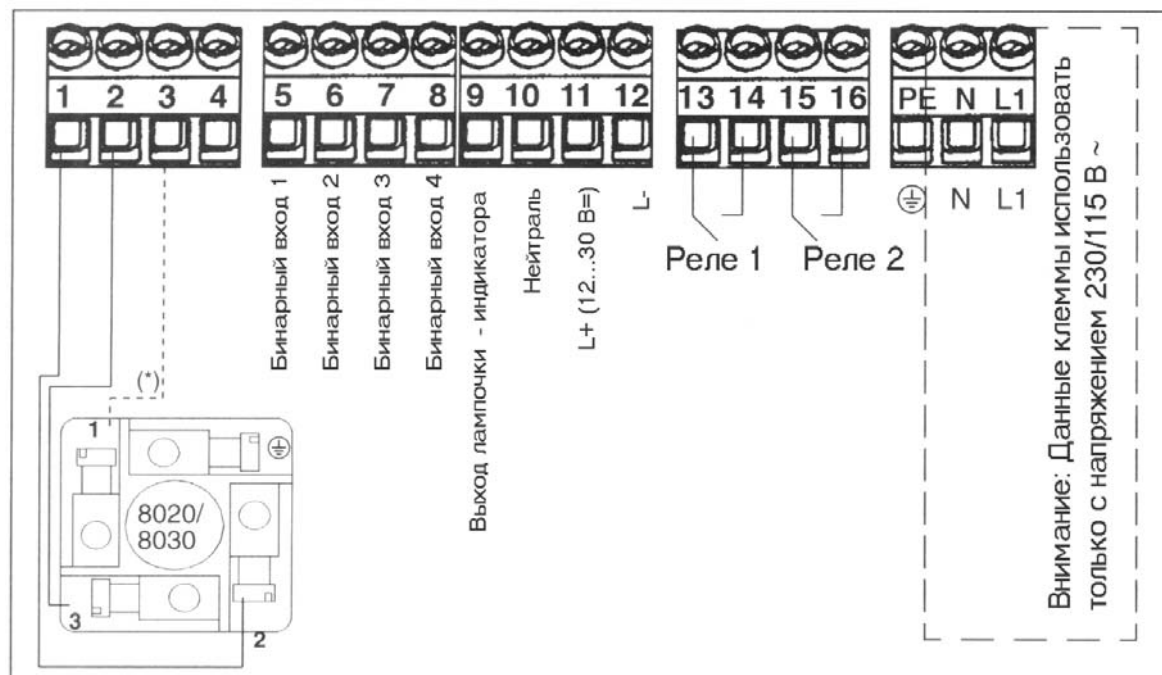

Рис. 3.10 Подключение сенсора 8020/8030 к дозатору 8025 для настенного монтажа.
3.7 Подключение дозатора 8025 для настенного монтажа (рис. 3.10)
3.7.2 Подключение расходомера 8031 «Low Flow» (рис. 3.10)